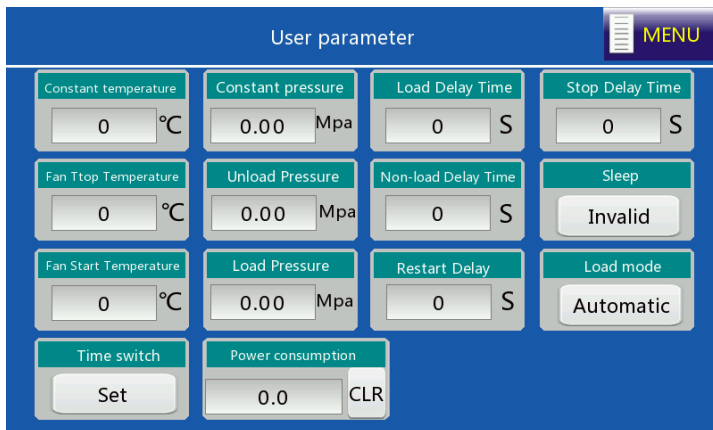

Рис. 4-10 Интерфейс пользовательских параметров
6. Выберите в меню Пользовательские параметры. Отображается интерфейс, показанный на рис. 4-10.